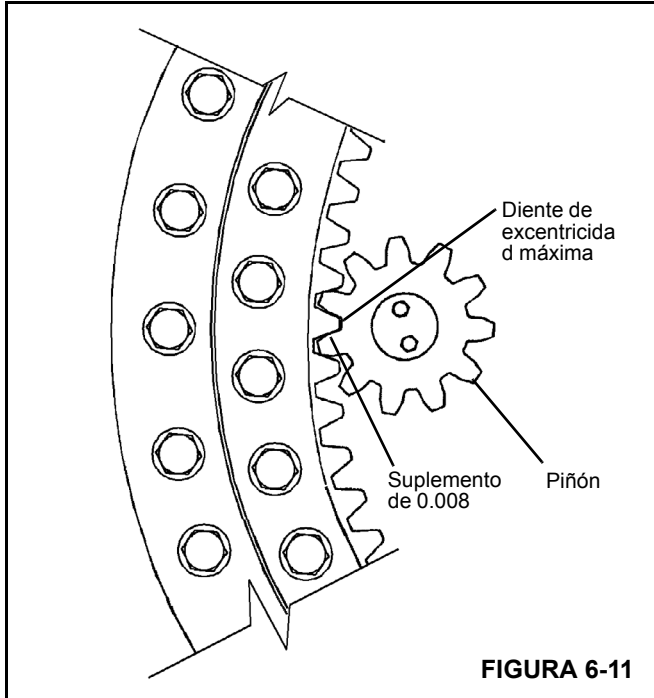

FIGURA 6-11
6. Instale el piñón del mando de giro de modo que su punto alto (excentricidad máxima) quede alineado con el punto alto del cojinete de la torreta. Compruebe el juego entre dientes con un suplemento de 0.008 pulg (0.203 mm) de grosor ( página 6-14Figura 6-11). Si es necesario mover el piñón para obtener el juego entre dientes apropiado, consulte con el concesionario local.